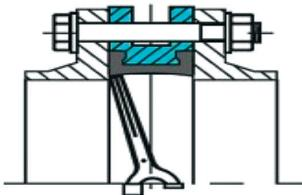

Рис. 1 (неправильно)
- Использование фланцев с внутренним диаметром меньше номинального диаметра заслонки может привести к блокировке диска, что в свою очередь вызовет серьезное повреждение диска поворотного затвора (рис. 1).